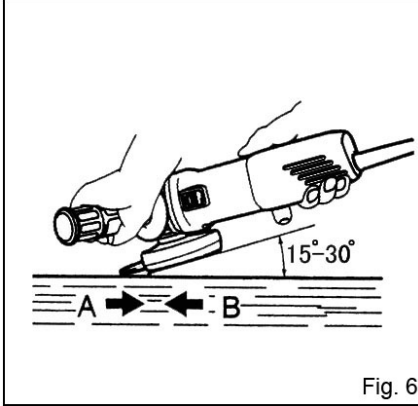

Fig. 6
- أمسك الأداة بحزم، أدر الأداة ثم ضع العجلة أو القرص بزوايا حوالي 15 درجة إلى الشغل (Fig. 6) .